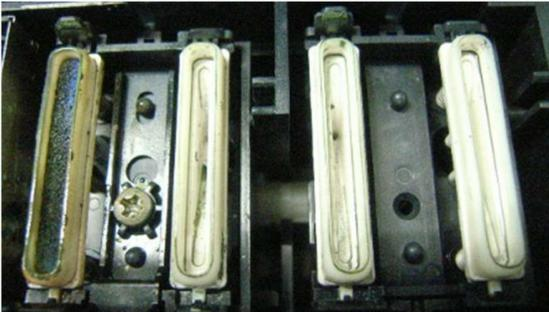
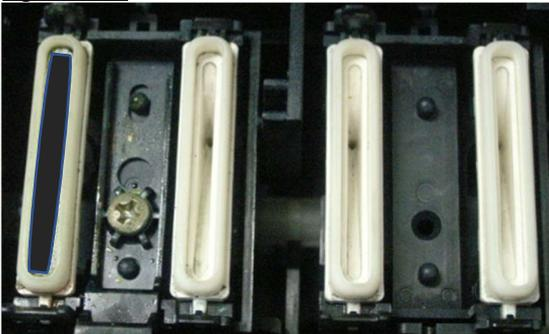

Fig. 4 Avant
Fig. 5 Après
Étape 5 La Fig. 4 montre un exemple avant le nettoyage, et la Fig. 5 montre un exemple après le nettoyage.
Voir les Fig. 4 et 5 pour une illustration avant et après le nettoyage.